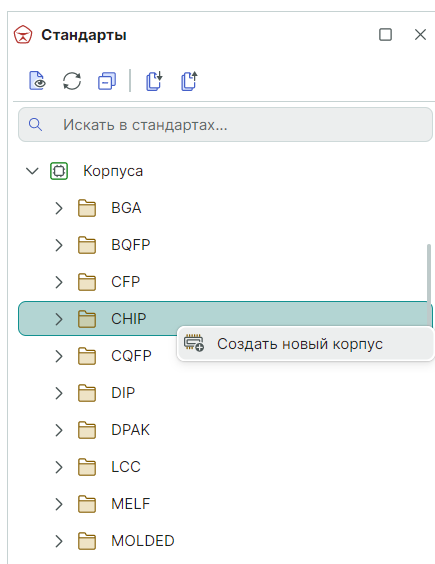

Рис. 107 Создание нового корпуса выбранного типа
2. Выберите требуемый тип корпуса, и в контекстном меню выберите пункт «Создать новый корпус», Рис. 107.